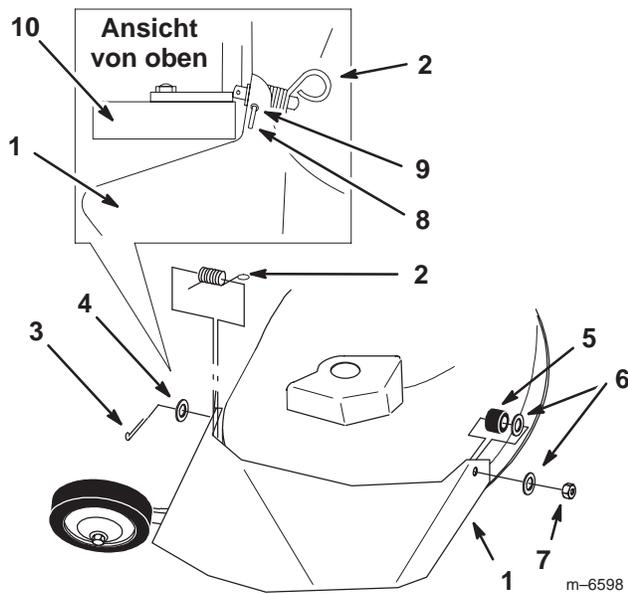

Bild 2
1. Machen Sie die in Bild 2 gezeigten Teile ausfindig.
2. Setzen Sie das gerade Federende in die kleine Öffnung des Auswurfkanals ein (Bild 2).
3. Positionieren Sie die Feder und den Auswurfkanal über den Pfosten hinten am Mähwerk und befestigen Sie beide mit einer Scheibe (1/2 Zoll) und einem Splint (3/4 Zoll) (Bild 2).
5. Setzen Sie den Auswurfkanal auf den Bolzen und befestigen Sie ihn mit einer Kunststoffscheibe und einer Sicherungsmutter (3/8 Zoll) (Bild 2).